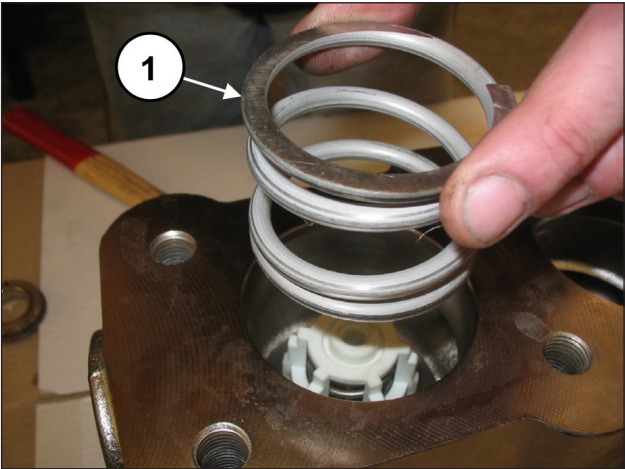

Fig. 102
Solte a mola (pos. ①, Fig. 102).